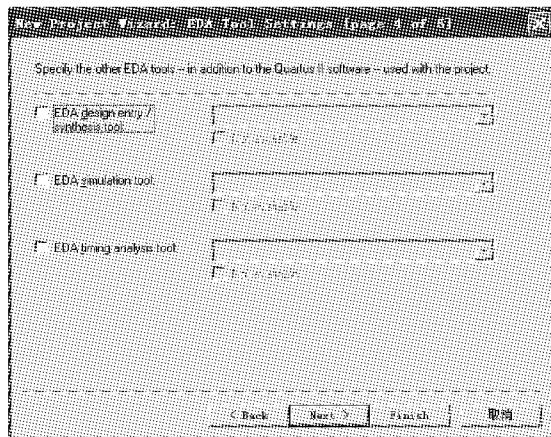

图 3-9 Quartus II 创建工程向导界面(四)
(4) 单击 Next 按钮,进入下一步,如果需要可以选择 EDA 其他工具,如图 3-9 所示。